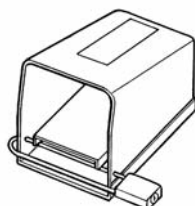

Figure 1 – Pédale de commande verrouillée
- **Verrouiller la pédale de commande lorsque l'appareil ne sert pas (Figure 1).** Cela évitera les risques de démarrage accidentel.